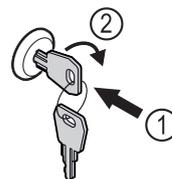

Fig. 110
- ▶ Inserire la chiave Fig. 110 (1).
- ▶ Ruotare la chiave di 90° in senso orario Fig. 110 (2).